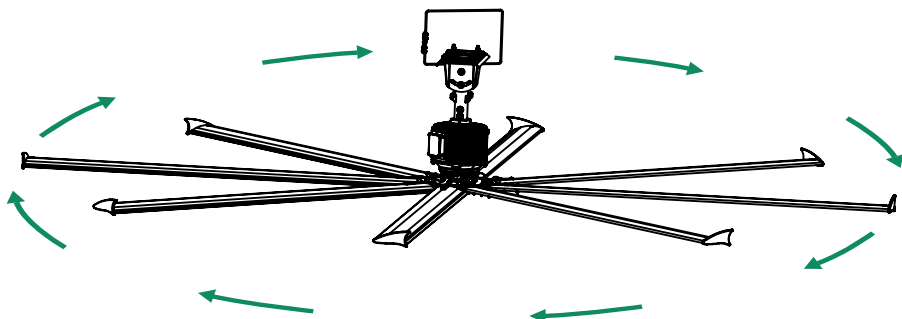

Fig. 16.1
- 16.7** Verifique la rotación apropiada del ventilador. El giro debe ser en sentido opuesto de las manecillas del reloj, cuando se observa desde el suelo (Fig. 16.1).